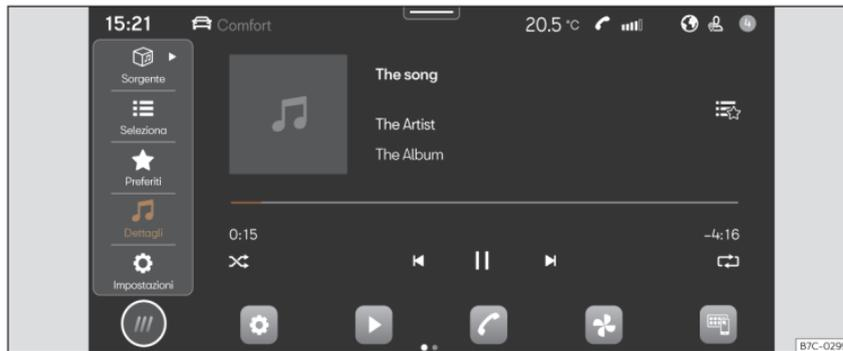

Fig. 128 Rappresentazione schematica: Visualizzazione multimediale
- Premere **HOME > ►►►** **fig. 128**.